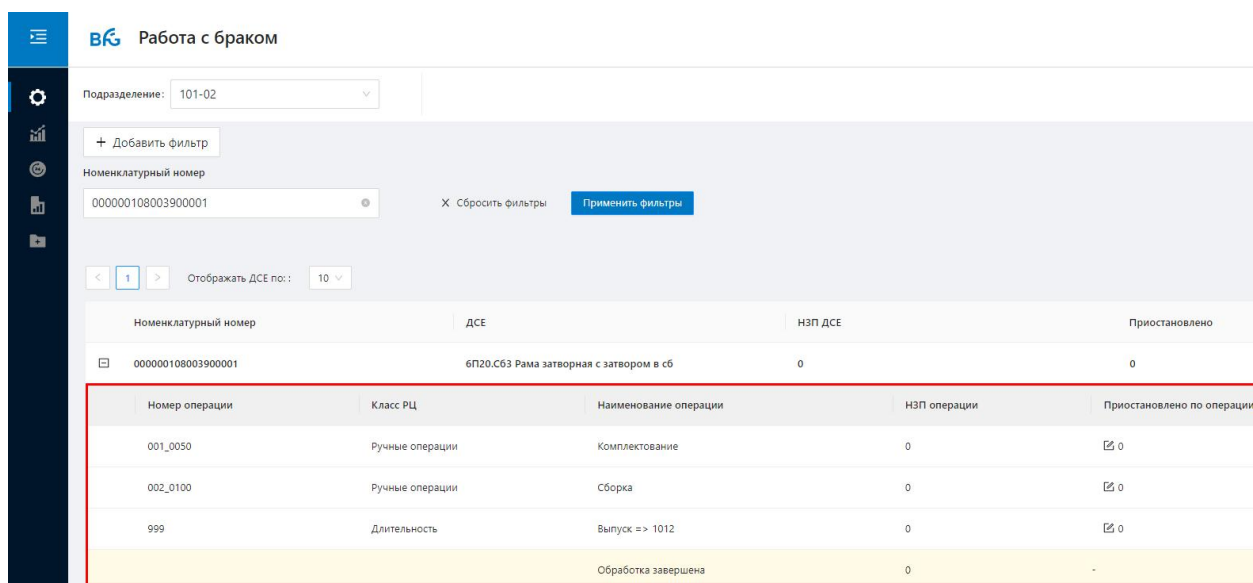

Рисунок 166
4. Раскрыть список операций по ДСЕ, нажав на строку с необходимой ДСЕ (Рисунок 166).